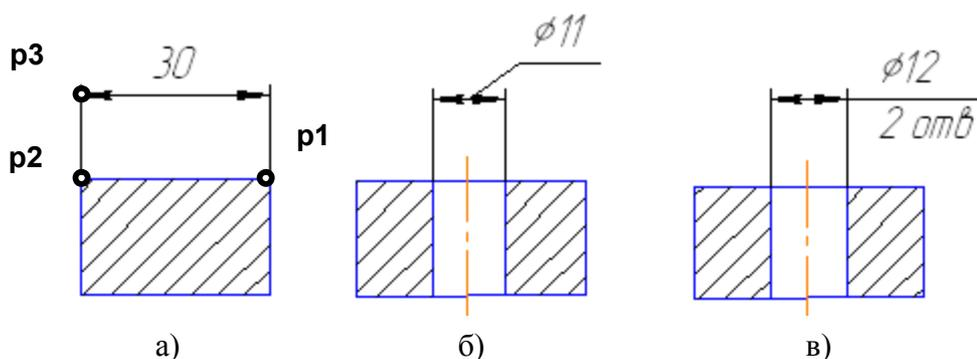

Рис. 2.8. Варианты нанесение линейных размеров
3. Указать графическим курсором точку **p1** – начало первой выносной линии (рис.2.8а).
Для нанесения линейного размера со знаком диаметра и на полке (рис. 2.8б) необходимо после задания двух точек начала выносных линий (точек **p1** и **p2**) щелкнуть графическим курсором в окне **Текст Панели свойств**, затем в окне **Задание размерной надписи** указать необходимый символ (рис. 2.9а).